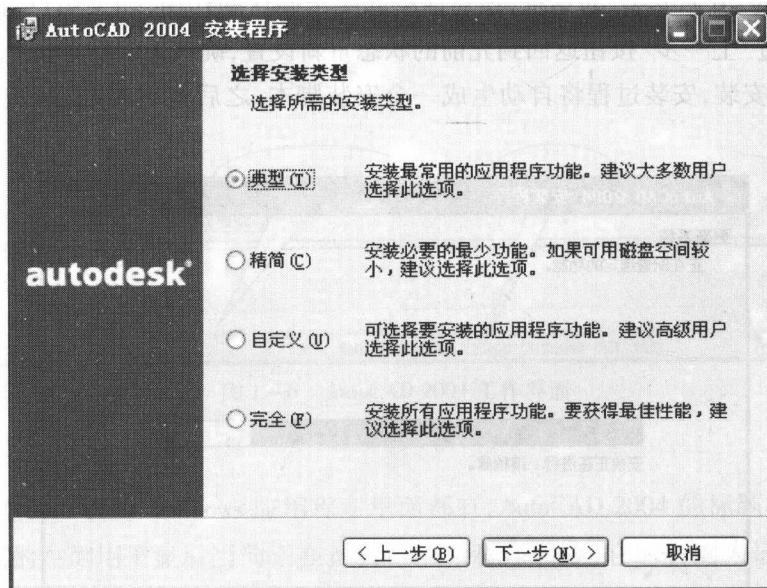

图 1-3 选择安装类型
(4) 在“选择安装类型”对话框中选择安装类型。可以选择“典型”、“精简”、“自定义”、“完全”。如果只想使用 AutoCAD 2004 的基本绘图功能的话,建议选择“典型”单选按钮,然后单击“下一步”按钮,进行安装,如图 1-3 所示。